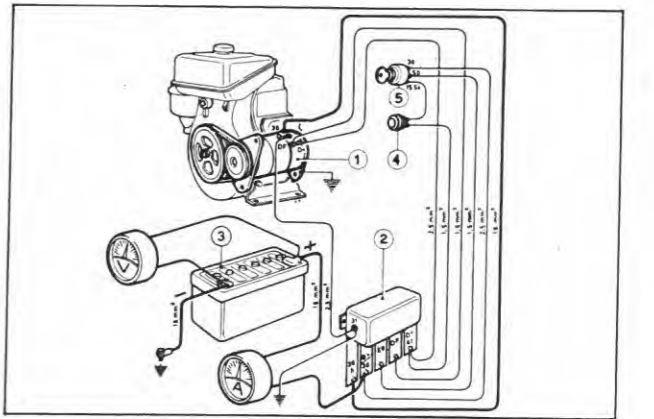

Fig. 60
- Insérer un ampèremètre de 15 Amp. à courant continu entre la borne (B+/30) du régulateur et la borne (+) de la batterie (Fig. 60).
- Connect a 15 Amp. D.C. ammeter, in series, between terminal (B+/30) on regulator and battery positive terminal (Fig. 60). If necessary, start engine a few times or switch lights on until battery tension drops below 13 Volts.
- Gleichstromamperemeter zu 15 A zwischen Klemme (B+/30) auf dem Regler und Pluspol der Batterie einschalten (Abb.60). Wenn nötig, einige Male den Motor anlassen, oder Stromabnehmer einschalten, bis die Spannung der Batterie unter 13 V sinkt.